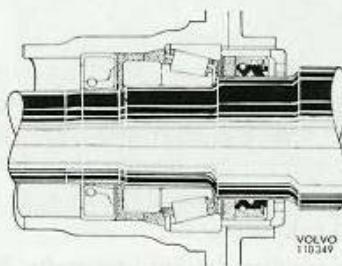

Bild 34. Bakhjulslager
2. Skruva ur proppen (4 bild 34) och ta ut packning (3) och finfilter (2).
103 702**Bild 34. Överväxeldetaljer, B 20**
5 Dörrlås	Se bild 34